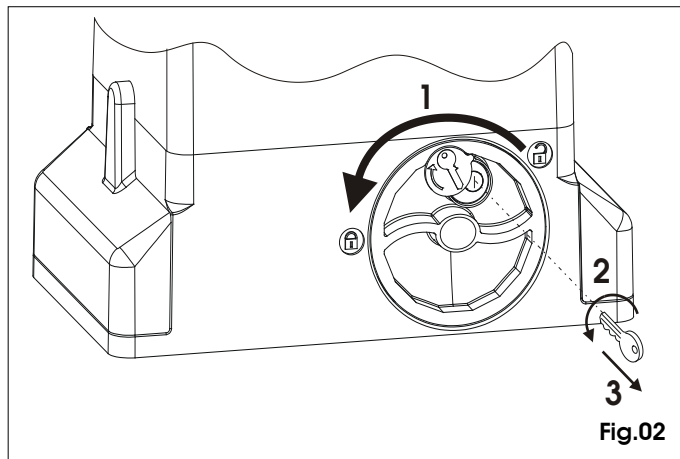

Fig.02
- 1) Gire el sistema de desbloqueo en sentido antihorario hasta su tope, Fig. 02 ref. 1.
- 2) Gire la llave en sentido antihorario y quítela de la cerradura, Fig. 02 ref. 2 y 3.